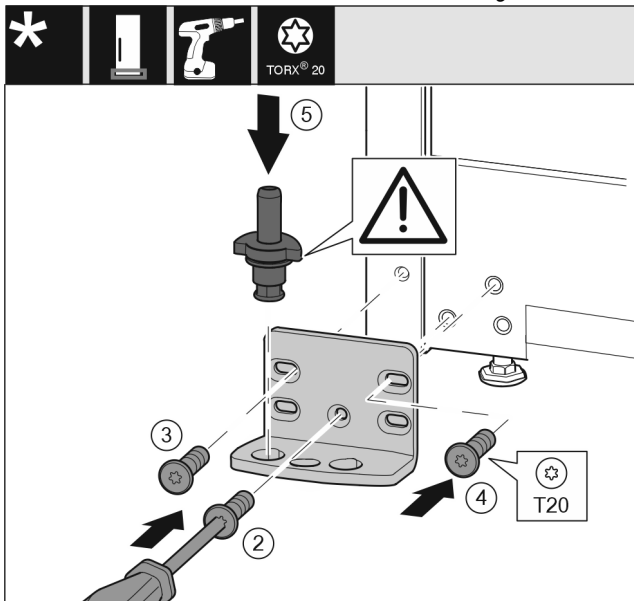

Fig. 18
- ▶ Ložiskovú konzolu nasadíte na druhú stranu a priskrutkujete ju pomocou skrutkovača T20. Začnite skrutkou 2 dole v strede. *Fig. 18 (2)*
- ▶ Pevne zaskrutkujte skrutku 3 a 4. *Fig. 18 (3,4)*
- ▶ Ložiskový čap úplne nasadíte. Dbajte pritom na to, aby zaisťovací doraz ukazoval smerom dozadu. *Fig. 18 (5)*